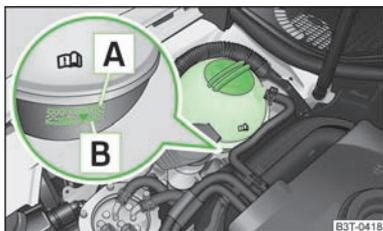

Fig. 117
Pour l'appoint, nous recommandons de n'utiliser que l'additif antigèle dont la désignation figure sur le vase d'expansion du liquide de refroidissement » fig. 117.
- Contrôlez le niveau du fluide de refroidissement dans le vase d'expansion de fluide de refroidissement » fig. 117. Le niveau de liquide de refroidissement doit se trouver entre les marques (min.) et (max.) quand le moteur est froid. Il peut légèrement dépasser la marque (max.) quand le moteur est chaud.
- Posez un chiffon sur le bouchon du vase d'expansion du fluide de refroidissement » fig. 117 et dévissez **prudemment** le bouchon.
Ne remplissez pas de liquide de refroidissement au-delà de la marque (max.) » fig. 117 ! L'excédent de fluide de refroidissement s'échappe du système de refroidissement par le clapet de surpression du bouchon du vase d'expansion du fluide de refroidissement lorsque la température monte.